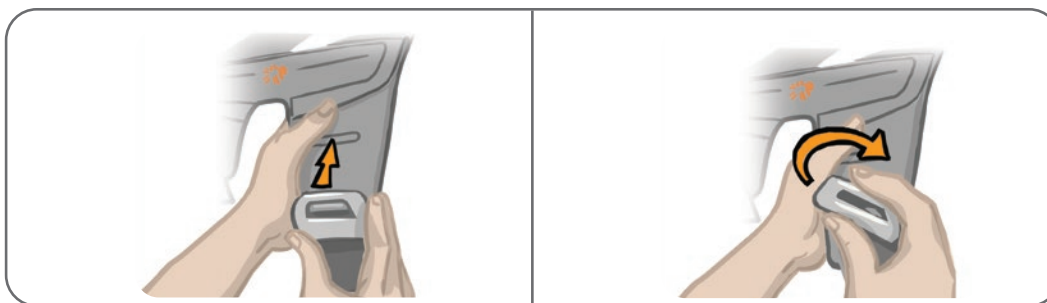

Figura 11-13: Reinserimento delle fasce per coscia
2. Spingere la fibbia della fascia con i pollici verso la fascia (allontanandola dal cosciale per coscia) (Figura 11-13). La fibbia della fascia si fissa al gancio del pannello del cosciale per coscia.